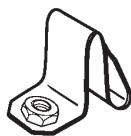

FIGURA 3
- Fije los soportes (E, F y B) a las ubicaciones apropiadas en el protector utilizando los tornillos incluidos (H). (Figura 3).